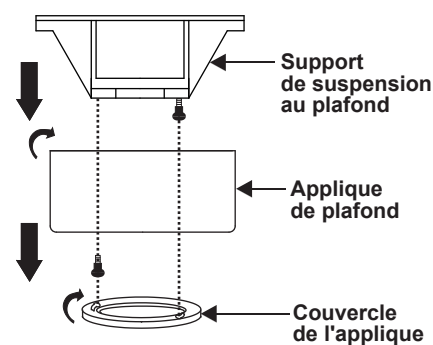

Figure 9
2. Retirez le couvercle inférieur de l'applique décorative en tournant le couvercle dans le sens inverse des aiguilles d'une montre. (Fig. 9)
3. Retirez le support de suspension de l'applique en retirant les vis 1 de 2 du bas du support de suspension et en desserrant l'autre d'un demi-tour à partir de la tête de vis. Ensuite, tournez l'applique dans le sens inverse des aiguilles d'une montre pour retirer le support de suspension de l'applique. (Fig. 9)